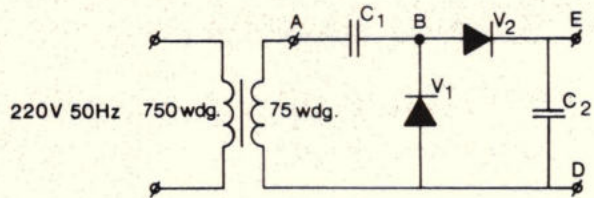

Fig. 20.
6. In fig. 20 is een gelijkrichtschakeling getekend.